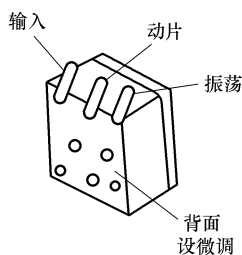

图 8-56 超小型有机薄膜双联可变电容器引脚识别方法
3) 超小型有机薄膜双联可变电容器引脚识别方法。如图 8-56 所示是超小型有机薄膜双联可变电容器引脚识别方法示意图, 依据这一实物图可以方便地分清各引脚。